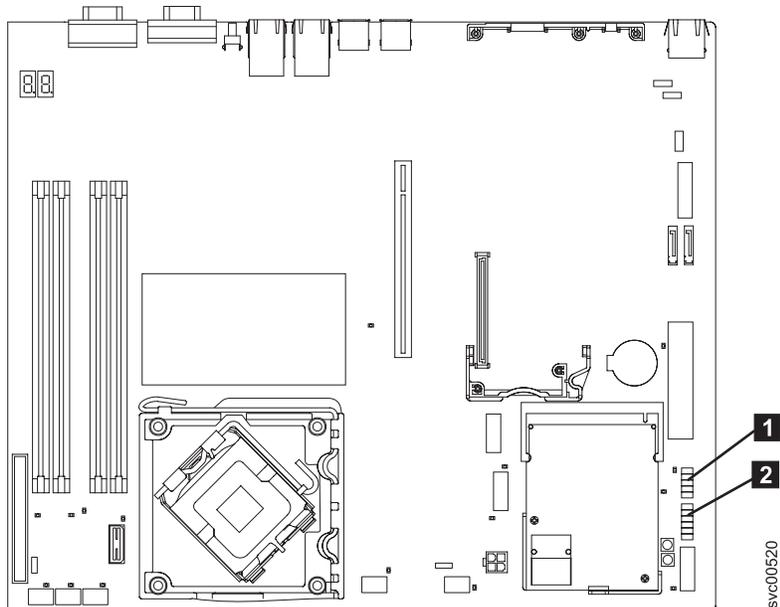

図 232. SAN ポリウム・コントローラー 2145-8A4 システム・ボード上の オペレーター情報パネルのコンネクター
7. オペレーター情報パネル・ケーブルは、一緒にバンドルされてシャーシを介してルーティングされる、2本の太いケーブルと多数の細いケーブルから成っています。それは、オペレーター情報パネルおよび前面 USB ポートへの接続を提供します。このケーブル・アセンブリーをシステム・ボードの右側 (電源機構の隣) からたどって、フロント USB コネクター **1** および オペレーター情報パネル・コネクター **2** を、273 ページの図 232 に示すようにシステム・ボードから切り離します。